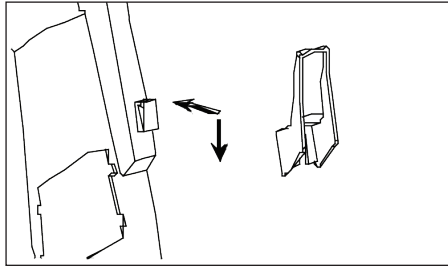

Figure 7 - Attachez le support du cordon (PW1625 seulement)
1. Attachez le support du cordon (voir la figure 7).